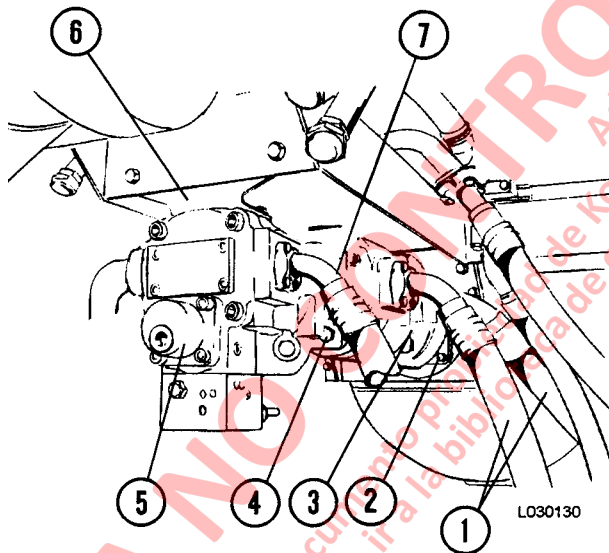

FIGURA 6-12. DESMONTAJE DE LA BOMBA DE LA DIRECCION
3. Desconecte la línea de succión y la salida (7, Figura 6-12) en la bomba de la dirección (5). Desconecte y tape la línea de drenaje de la caja de la bomba del fitting en la parte superior de la caja de la bomba. Tape todas las líneas para evitar que se contamine el aceite.
4. Monte el soporte trasero con pernos (6, Figura 6-12). No apriete los pernos todavía.
5. Alinee los orificios de los pernos e instale los pernos de montaje de la bomba de la dirección (4). Apriete los pernos de montaje con torque estándar. Apriete los pernos del soporte trasero con torque estándar.